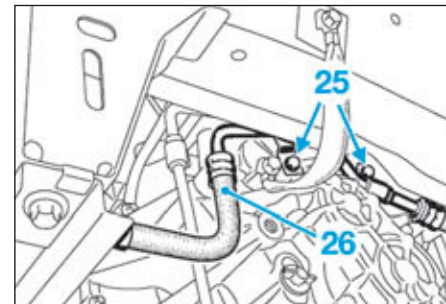

FIG.13
- Déposer les vis (25) (Fig.13) du tuyau (26) de direction assistée.
- Ecarter le tuyau (26) de direction assistée.